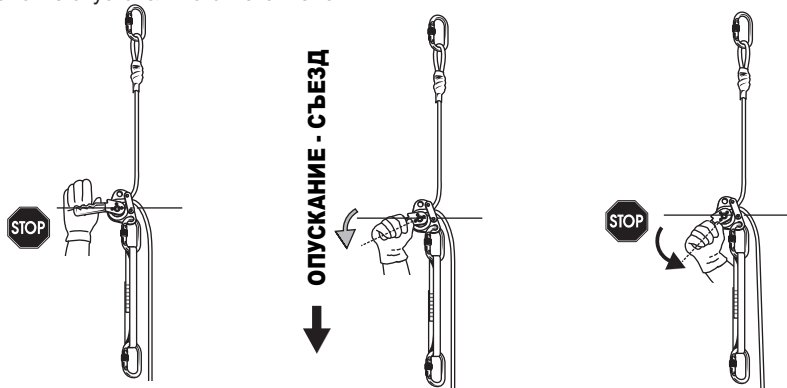

Рис. 3
E. Потянуть вниз за рычаг спускательного механизма. Рычаг должен находиться в среднем положении - рис. 3 а). Скорость спуска контролируется положением рычага механизма. Отпускание рычага (rys. 3a)) или перевод его в крайнее нижнее положение (rys. 3 б)) приведет к остановке спускательного механизма.